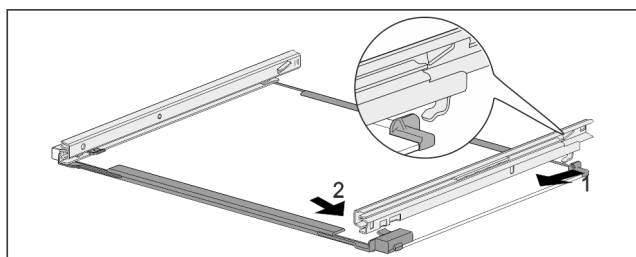

Fig. 158 Стеклопанель с направляющими
- ▶ Зацепите направляющую сзади. Fig. 158 (1)
- ▶ Защелкните направляющую спереди. Fig. 158 (2)